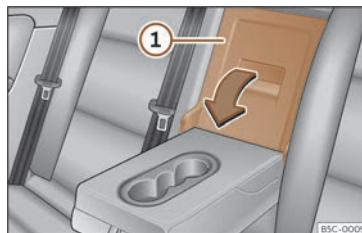

Abb. 175 An der Rücksitzlehne: Öffnung der Durchladeeinrichtung.
- Ziehen Sie den Entriegelungshebel in Pfeilrichtung und klappen Sie den Deckel der Durchladeeinrichtung >>> (Abb. 175) ① vollständig nach vorn.